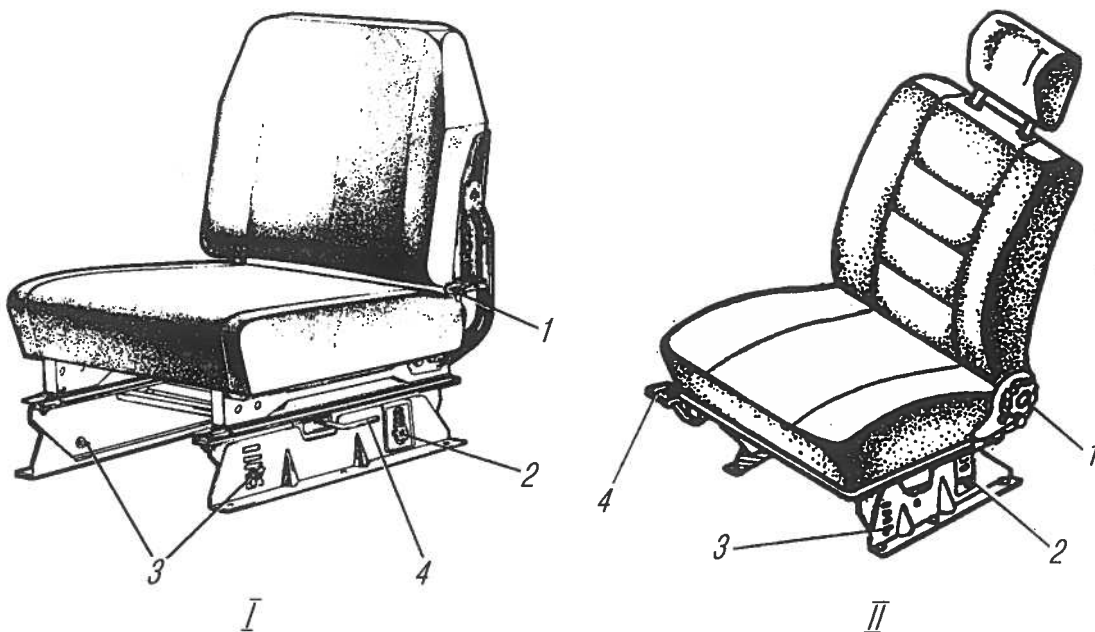

Рис. 95. Сиденье водителя:
**Сиденья водителя и пассажиров** отдельные, амортизирующий элемент — резиновые ремни и губчатая резина. Положение сиденья водителя можно регулировать, перемещая его вперед или назад. Предел регулировки 110 мм. Ручкой 4 (рис. 95), находящейся с левой стороны подставки (рис. 95, I) или с правой стороны подставки (рис. 95, II), сиденье фиксируется в нужном положении. Сиденье водителя имеет механизм изменения наклона подушки и положения сиденья по высоте с пределом регулирования 80 мм. Для изменения положения сиденья по высоте отвернуть два передних винта 3 с левой и правой сторон сиденья. Установив необходимую высоту его передней части, завернуть винты на несколько оборотов, но не туго, ослабить крепление задней части сиденья отворачиванием двух винтов 2 на четыре—пять оборотов.
Спинка сиденья водителя имеет регулировку угла наклона. Для изменения угла наклона спинки отвернуть на два–три оборота с левой и правой сторон сиденья гайки 1 (рис. 95, I) и, выбрав нужное положение спинки, снова их надежно завернуть, или воспользоваться рукояткой 1 (рис. 95, II), находящейся с левой стороны сиденья.